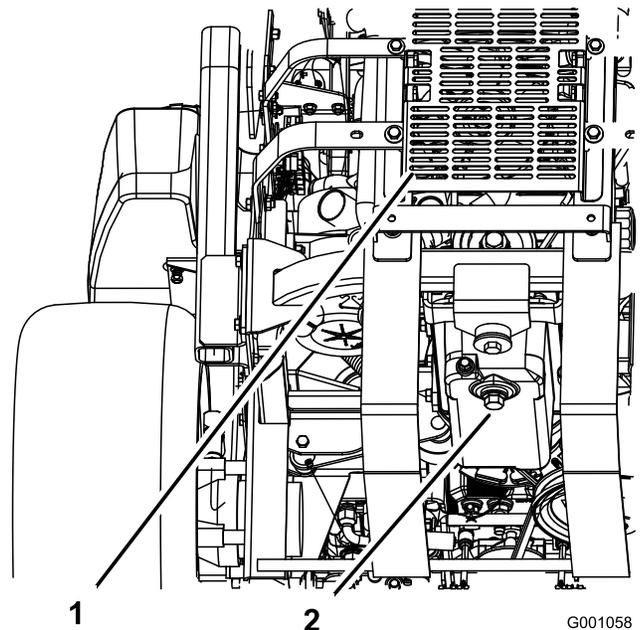

Figura 38
5. Coloque un recipiente debajo del orificio de drenaje de aceite. Retire el tapón de vaciado y deje que el aceite se drene completamente (Figura 38).